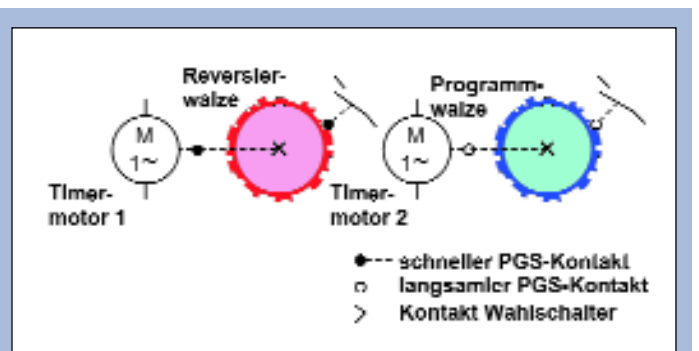

Bild 45: PGS mit zwei Timermotoren
• Zwei Timermotoren: Nach einer Umdrehung der Reversierwalze schließt sich ein Kontakt, der den zweiten Timermotor ansteuert (Bild 45). Dieser befördert die Programmwalze dann eine Raste weiter von Programmabschnitten